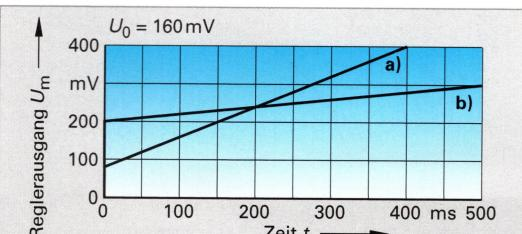

Bild 3: Sprungantworten PI-Regler
- Bestimmen Sie aus den Sprungantworten a), b) in **Bild 3** sämtliche Kenngrößen des PI-Reglers.
- Skizzieren Sie den geänderten Verlauf der Sprungantworten in **Bild 3**, wenn a) K_p verdoppelt; b) T_i verdoppelt; c) gleichzeitig K_p halbiert und T_i verdreifacht wird.